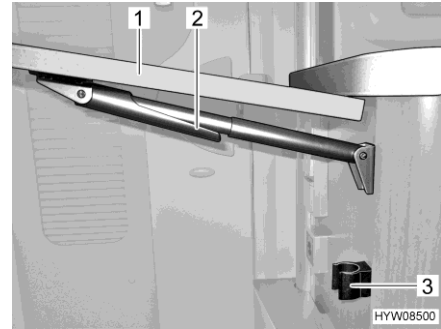

Fig. 66 Plegar la mesa de bar plegable
- Agarrar el extremo de la mesa de bar plegable (Fig. 66,1) y levantar la misma un poco. Con la otra mano girar la fijación (Fig. 66,2) en el soporte telescópico hacia abajo.
- Girar el tablero de la mesa hacia abajo hasta que engatille la fijación del soporte telescópico en el soporte (Fig. 66,3).